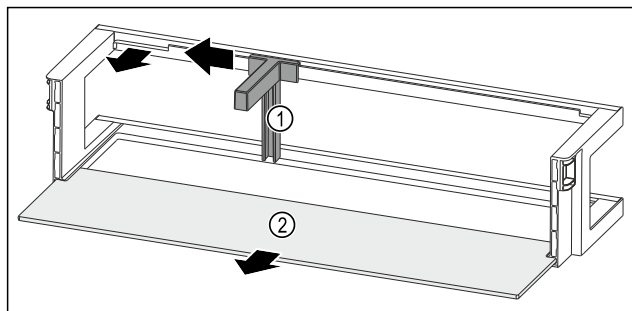

Fig. 96 Półka w drzwiach z uchwytem butelek i półką
- Przesunąć uchwyt butelek Fig. 96 (1) na bok do zagłębienia.
- Wyjąć uchwyt butelek Fig. 96 (1).
- Wyjąć półkę Fig. 96 (2).